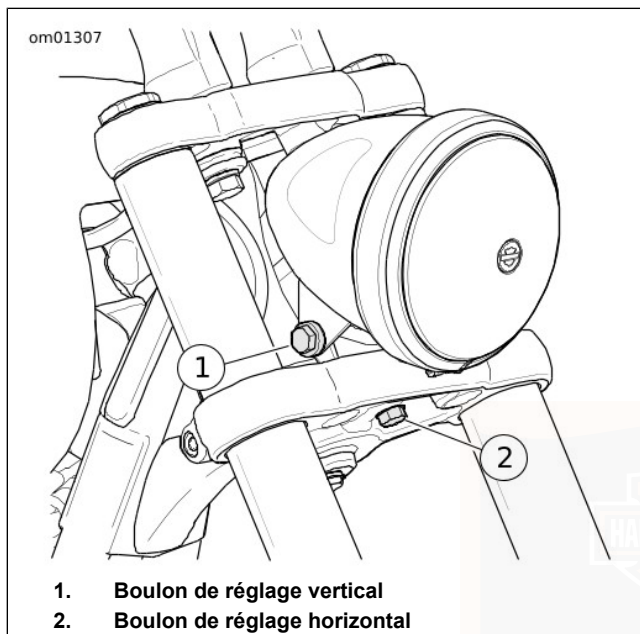

Figure 43. Réglage du phare (typique)
1. Voir Figure 43. Desserrer la fixation de réglage horizontal (2). Basculer le phare vers la gauche ou vers la droite pour diriger le faisceau lumineux droit devant.
2. Serrer la fixation de réglage horizontal (2) à un couple de 40,7–47,5 N·m (30–35 ft-lbs).
3. Desserrer la fixation de réglage vertical (1). Basculer le phare vers le haut ou vers le bas par rapport à la ligne horizontale selon l'inspection de l'alignement du phare.
4. Serrer la fixation de réglage vertical (1) à un couple de :